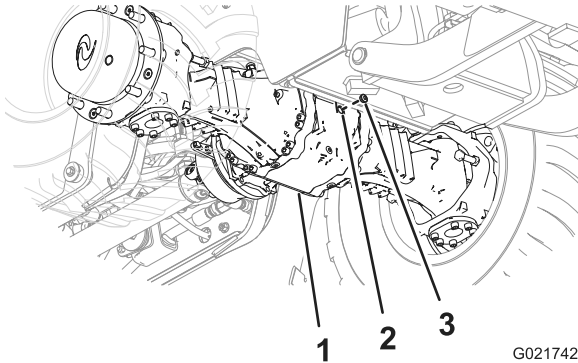
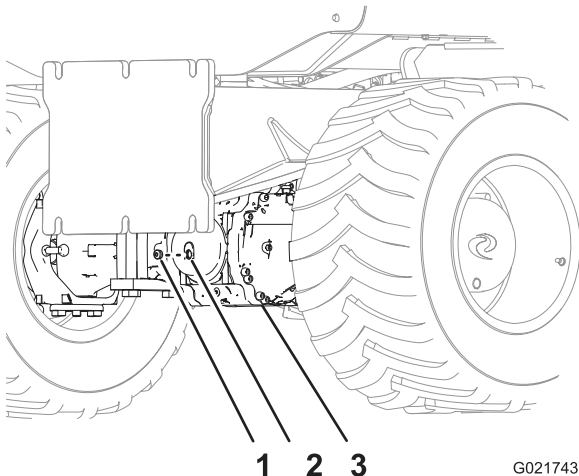

Figure 67
Figure 68
- Vérifiez par l'orifice de contrôle que le niveau d'huile dans le pont atteint le bas du filetage de l'orifice (Figure 67 et Figure 68).
- Revissez le bouchon dans l'orifice de contrôle du carter des pignons de pont (Figure 67 et Figure 68).